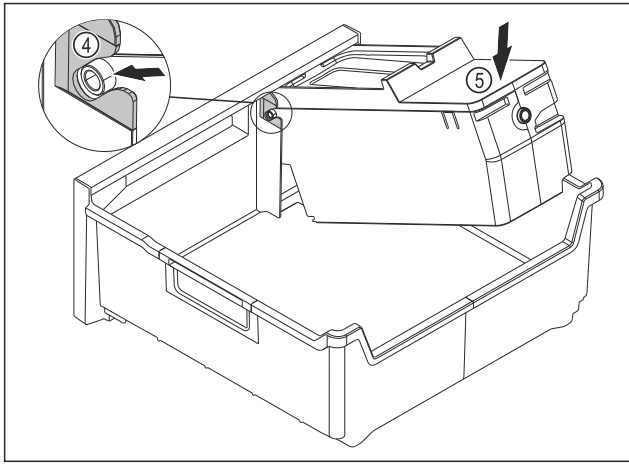

Fig. 91
- ▶ Montera EasyTwist-Ice-enheten: Skjut in axlarna på EasyTwist-Ice-enheten i styrningarna Fig. 91 (4).
- ▶ Tryck EasyTwist-Ice-enheten Fig. 91 (5) baktill nedåt.